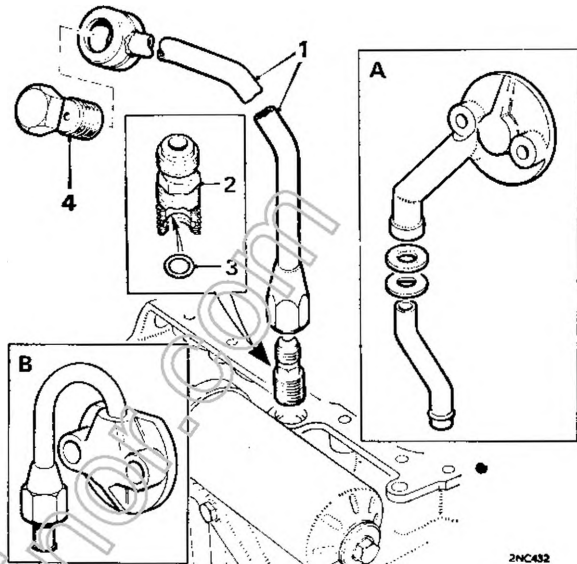

Fig. Fa. 23
49. Rimontare il condotto di alimentazione dell'olio del motore, come indicato in figura Fa. 23. Per le trasmissioni di modello più recente rimontare il condotto di raccordo del blocco valvole attrverso il foro dell'adattatore, quindi serrare quest'ultimo a fondo.